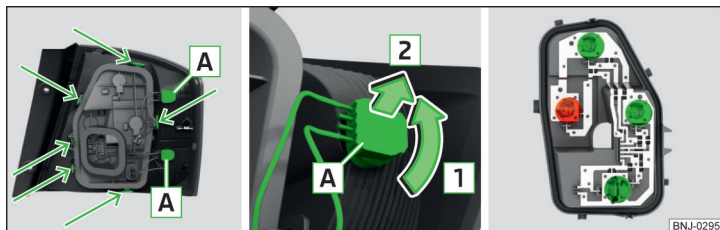

Fig. 293 Parte esterna delle luci / estrazione lampadina / portalampada
- Ruotare il portalampada con la lampadina **A** in direzione della freccia **1** » fig. 293.
- Sbloccare il portalampada dalle aree contrassegnate dalle frecce » fig. 293 e quindi estrarre il portalampada dalle luci.